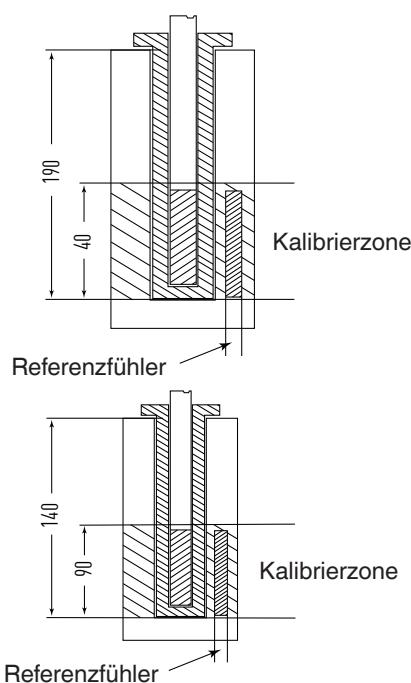

Abbildung 3
- Beide Temperaturfühler müssen möglichst nah zusammenkommen (siehe Abbildung 3).